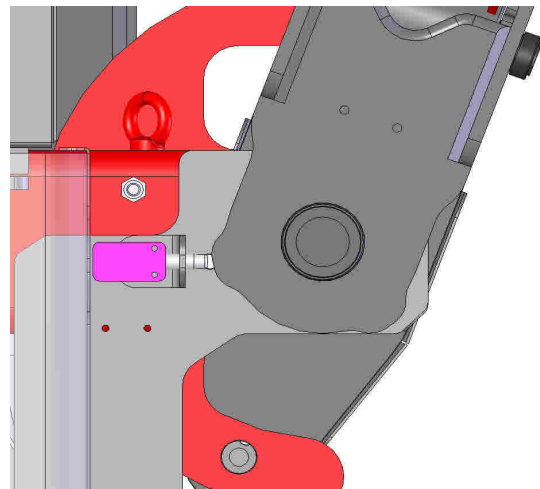

Fig. 5.14
- **Microrupteurs de position des stabilisateurs (Fig.5.14)**